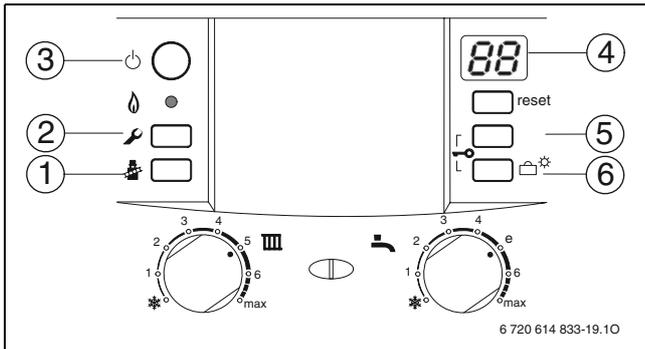

Fig. 36 Panoramic view of the operating elements
- Premere più volte il tasto (5) o il tasto (6) (→ fig. 36) finché non viene visualizzata la funzione di servizio desiderata.
- Premere contemporaneamente i tasti «eco» e  (→ fig. 36) per 3 sec. (durante quest'operazione il display visualizza ) finché il display non mostra nuovamente cifra.lettera, ad es. 8.A .
- Premere più volte il tasto (5) o il tasto (6) (→ fig. 36) finché non viene visualizzato il valore desiderato della funzione di servizio.
- ▶ Tenere premuti contemporaneamente i tasti (5) e (6) (→ fig. 36, pagina 31) per 3 sec. (il display visualizza ) finché il display non visualizza una funzione di servizio del primo livello ad es. 1.A.